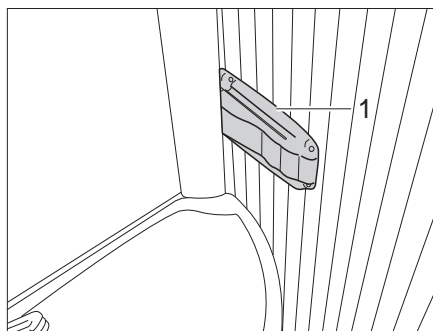

Bild 249 Vario-toalett, spärr till duschvägg
- Tryck in spärren (Bild 249,1) till höger på tvättstället och drag lätt i tvättstället. Tvättstället flyttas framåt med bakväggen.